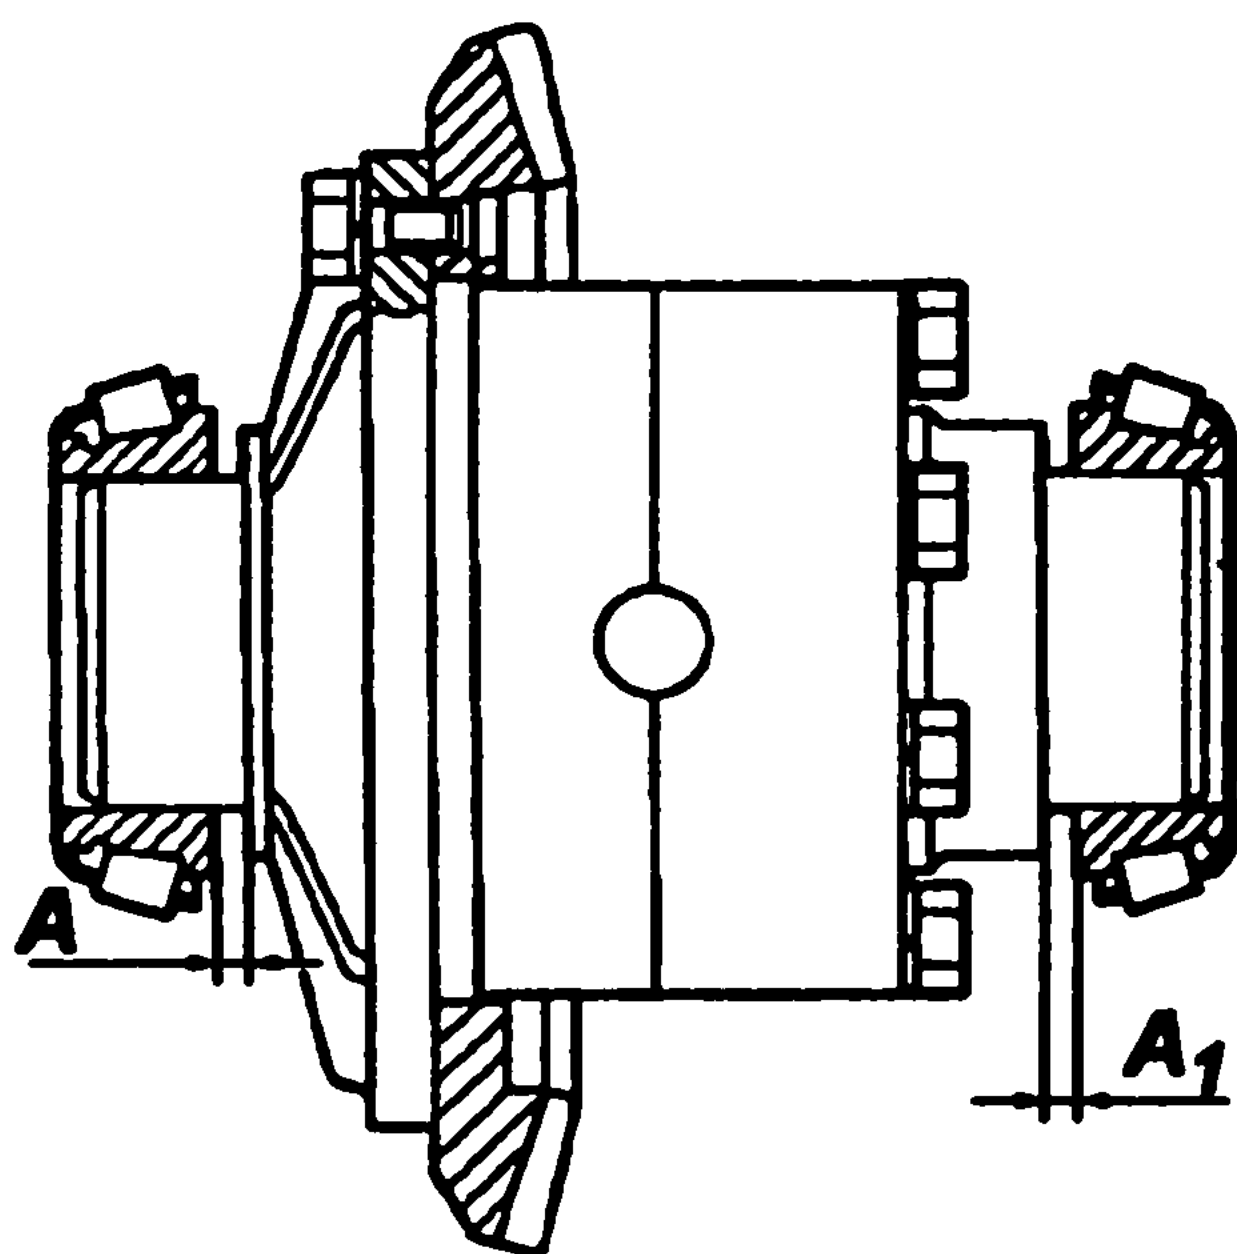

Рис. 70. Зазоры A и A_1 между торцами подшипников и коробки сателлитов
3. Отвинтить вновь крепежные детали, осторожно снять крышку, вынуть из картера моста дифференциал и шупом замерить зазоры A и A_1 (рис. 70) между торцами коробки сателлитов и торцами внутренних колец подшипников.